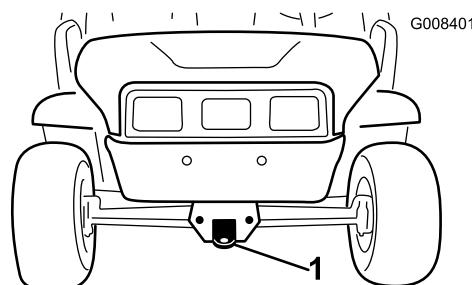
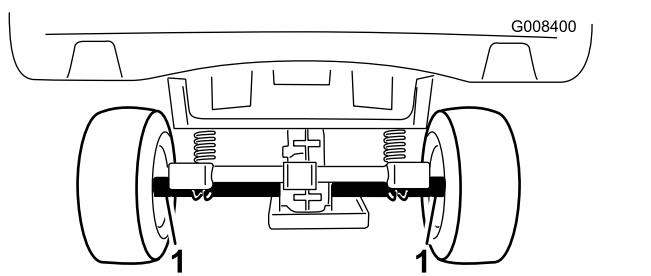

Bild 18
Bild 19
In Bild 18 und Bild 19 finden Sie die Vergurtungsstellen der Maschine.
2. Befestigen Sie ein Abschleppseil an der Zunge vorne am Maschinenrahmen (Bild 18).